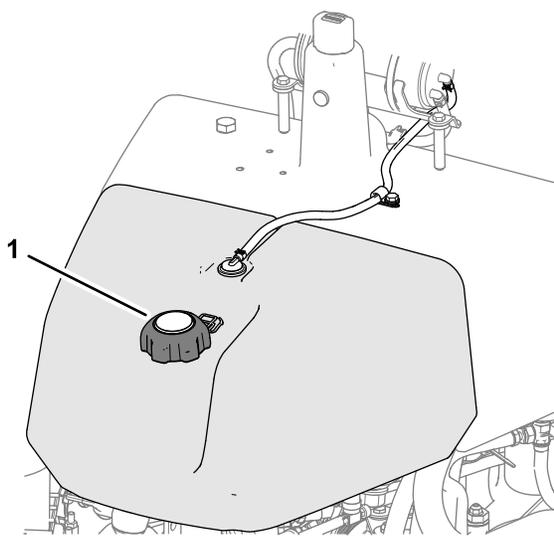

図 22
- 燃料キャップの周囲をきれいに拭いてキャップを外す 図 22。